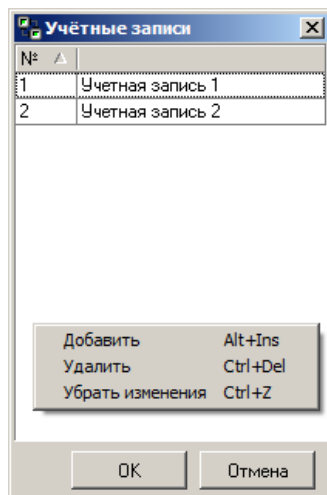
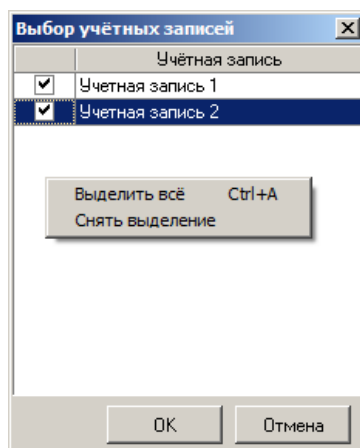

Рисунок 9 – Окно «Учётные записи».
Рисунок 10 – Окно «Выбор учётных записей».
- учётные записи (см. Список учётных записей – п.4.2.1.11) – позволяют производить отправку почты через ранее настроенные учётные записи. Выбираются через выпадающий список (см. Рисунок 9). Чтобы добавить в список учётные записи необходимо нажать правую клавишу мыши и в появившемся меню выбрать «Добавить», при этом появится форма добавления учётных записей (см. Рисунок 10). Приоритет учётных записей можно установить перетаскиванием строки учётной записи мышкой вверх или вниз, при это настройки выше по списку будут иметь высший приоритет.